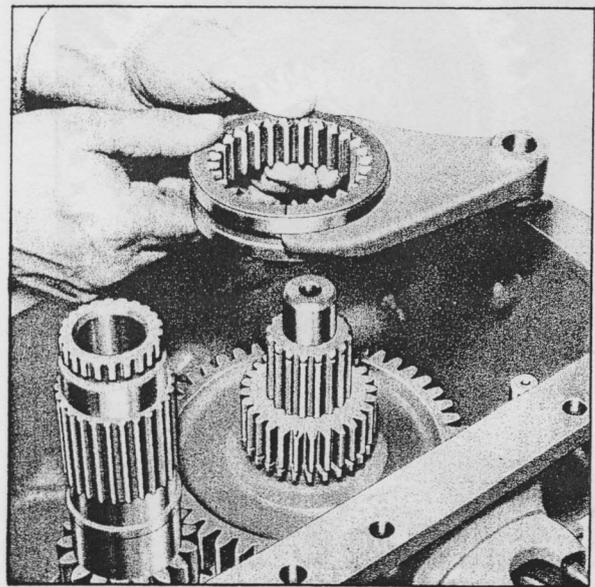

Fig. 18 = Depose du Coulisseau 1ere/3eme /2eme/5eme
4. Extraire le circlip se trouvant à l'extrémité avant de l'arbre supérieur principal, retirer la rondelle de butée et le pignon 2ème/5ème. Desserrer l'écrou de blocage et retirer la vis de la fourchette de sélecteur de 1ère/3ème/2ème/5ème vitesse, puis retirer la fourchette et le coulisseau (voir Fig. 18).
Remarque: Le pignon interne et le coulisseau doivent être considérés comme indissociables; ils portent des repères indiquant les positions relatives qu'ils doivent occuper une fois montés. (Voir Fig.18).